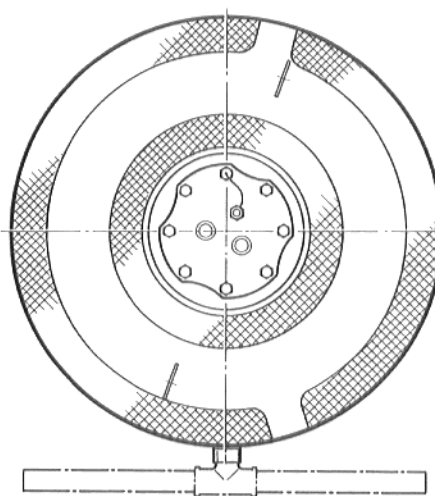

Fig. 21
- boulonner dans chacune des deux extrémités libres de la pièce en T un tuyau servant de manche d'outil (Fig. 21).